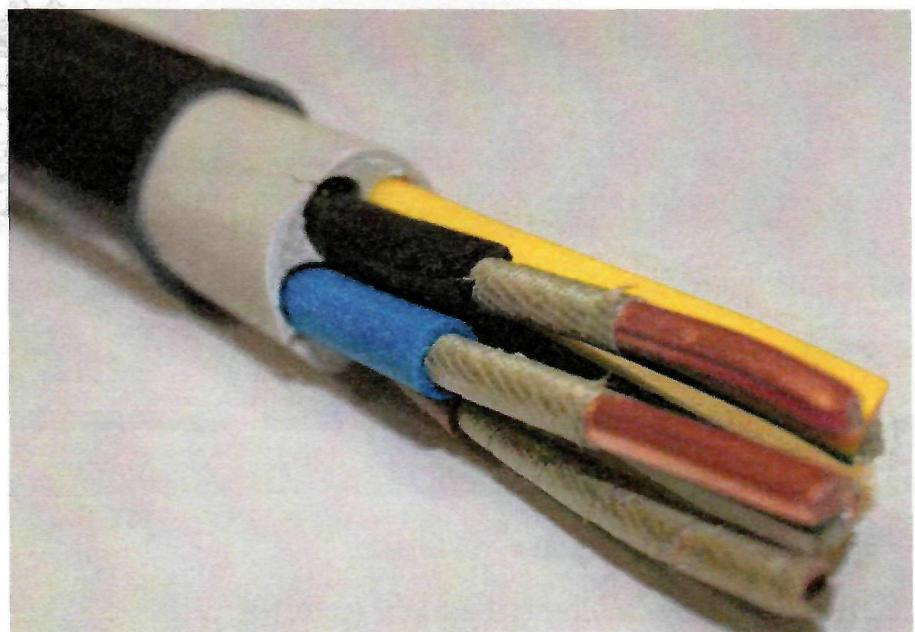

Рис.11 Кабель монолитный
2. из сплошной проволоки, монолит (рис.11).